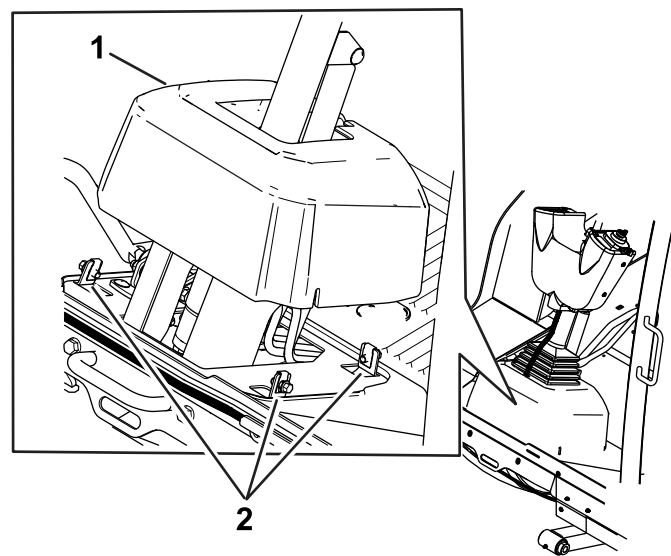

Figura 2
2. Afloje los pernos alrededor de la base de la columna de dirección y eleve la base hacia arriba (Figura 2).